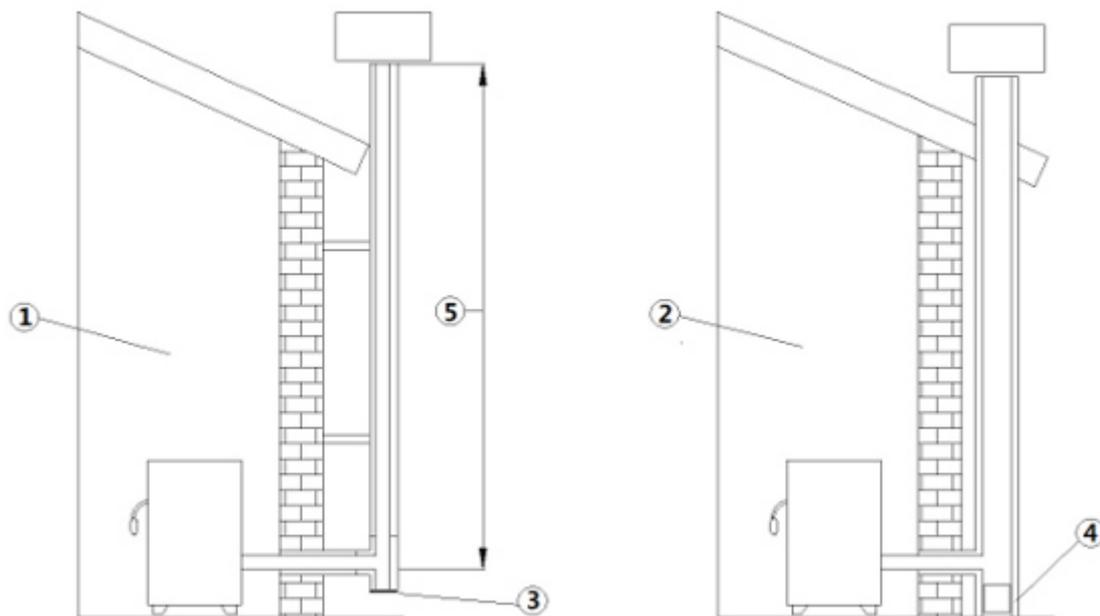

Fig. 4 - Canne fumarie
**LEGENDA** Fig. 4 a pag. 12
- La canna fumaria deve essere singola (vedi Fig. 4 a pag. 12) con tubi inox isolati (1) o su canna fumaria esistente (2).
- Entrambi le soluzioni devono avere un tappo d'ispezione (3) e/o portina d'ispezione (4).